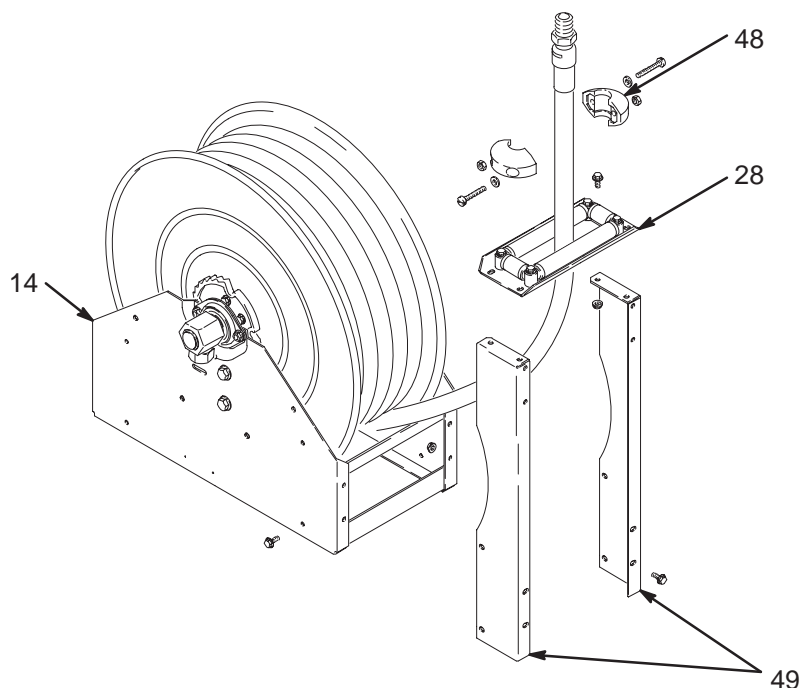

Fig. 2
Pour monter les bras porte-rouleaux, effectuer les opérations suivantes (voir la Fig 2):
3. Enlever le cadre à rouleaux du support de l'enrouleur (14) et monter les bras porte-rouleaux (49).
4. Refixer le cadre sur les bras porte-rouleaux comme indiqué à la Fig. 2.
5. Faire passer le tuyau entre les rouleaux comme indiqué à la Fig. 2.
6. Monter la butée d'arrêt du tuyau flexible (48) et la vanne de distribution (non visible).